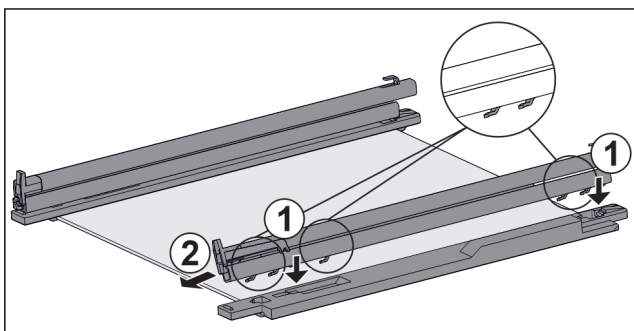

Fig. 69 Tablette en verre avec rails et pièces de retenue
- ▶ Placer les crochets du rail sur les ouvertures de la pièce de retenue de **gauche**. Fig. 69 (1)
- ▶ Tirer le rail vers l'avant. Fig. 69 (2)
- ▶ Placer les crochets du rail sur les ouvertures de la pièce de retenue de **droite**. Fig. 69 (1)